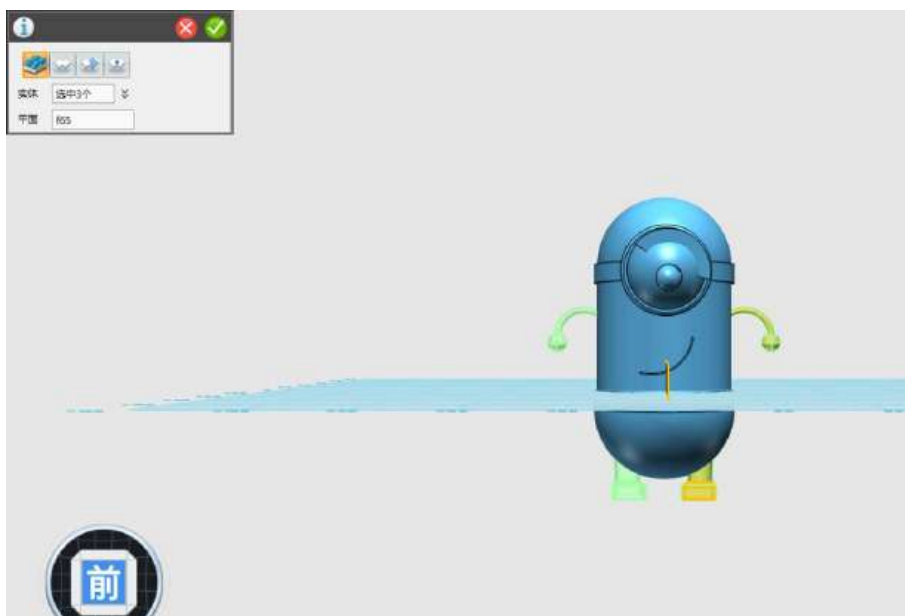

图 1-41
Step 41 点击前视图，选择镜像命令，对小黄人的手臂和脚进行镜像处理，点击脚掌，再按住 Shift 键，选择其他图形，最后点击镜像命令，如下图 1-41 所示：